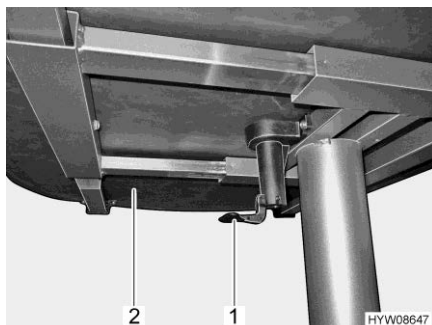

Fig. 132 Leva per spostare il piano del tavolo
- Tirare o spingere la leva (Fig. 132,1) verso il basso.
- Spingere il piano del tavolo (Fig. 132,2) nella posizione desiderata.